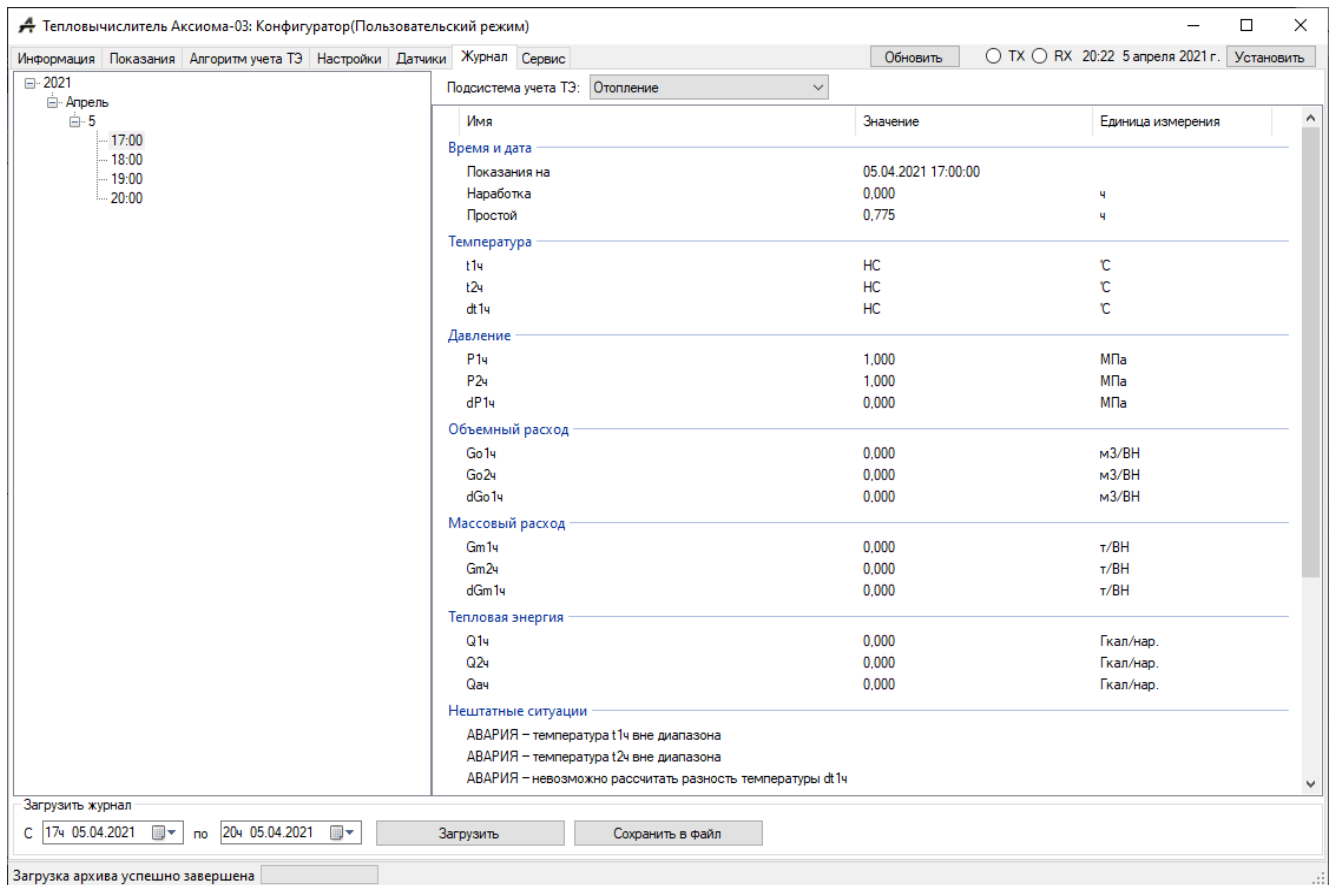

Рисунок 5.2 – Журнал
- 2) выбрать вкладку «Журнал» (рисунок 5.2);